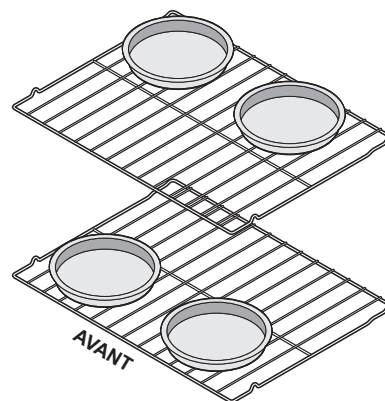
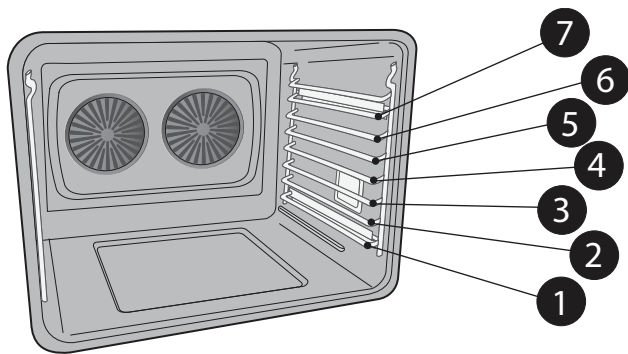

Figure 21 : Espacement des plats pour la cuisson à convection
Figure 22 : Positions des grilles
- Lorsque vous utilisez deux grilles pour la cuisson de gâteaux, placez ces dernières aux positions 6 et 1 (Figure 22) et placez les moules comme sur la Figure 21.